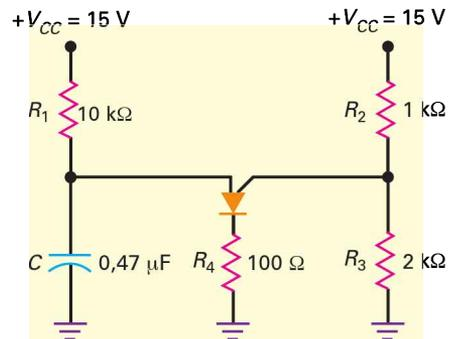

Figure 13.46
13.22 Sur la figure 13.46, quelles sont les valeurs des tensions d'anode et de gâchette lorsque le PUT est en conduction ?
13.23 Quelle est la valeur de la tension de pic aux bornes de R_4 sur la figure 13.46 lorsque le PUT est en conduction ?
13.24 Sur la figure 13.46, quelle est la forme des signaux aux bornes du condensateur ? Et quelles sont les valeurs minimales et maximales de ces signaux ?